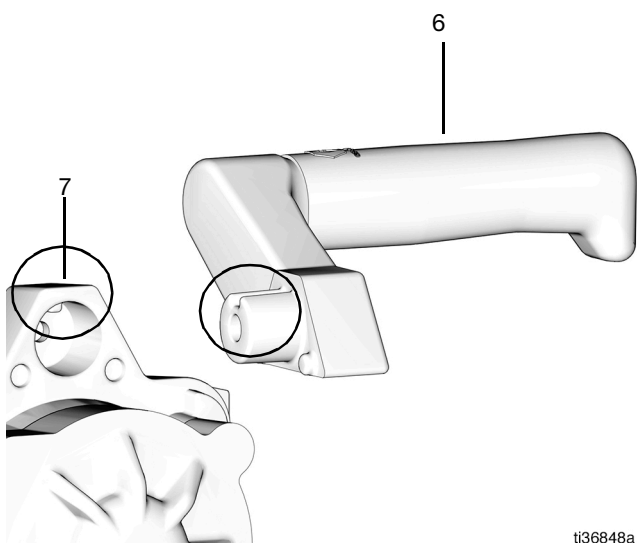

Рис. 12
12. Выровняйте паз в рукоятке со шпонкой в отверстии на задней стороне насоса (7), затем вставьте рукоятку (6) в отверстие и закрепите шпонкой (Рис. 12).